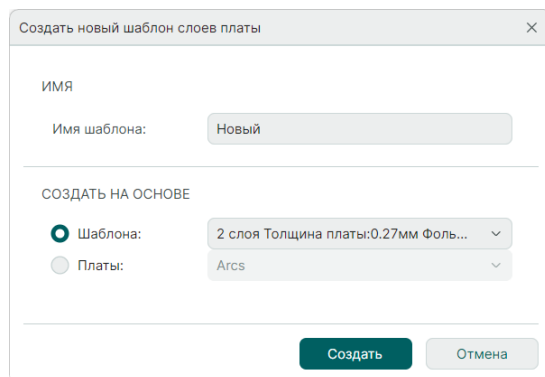

Рис. 143 Ввод имени шаблона слоев
3. В окне «Создать новый шаблон слоев платы» в поле «Имя шаблона» введите имя для создаваемого шаблона, см. Рис. 143.